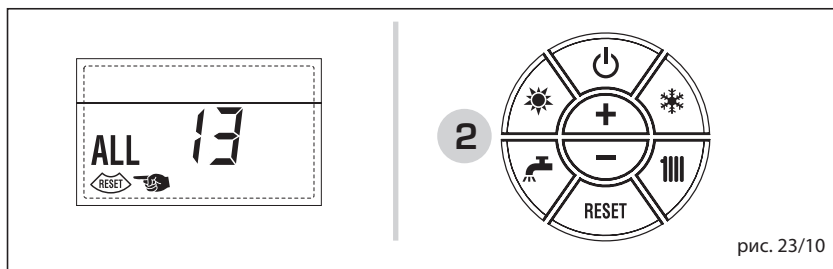

рис. 23/10
– **НЕПОЛАДКА ДЫМОТВОДА “ТРЕВ. 14” (рис. 23/11)**